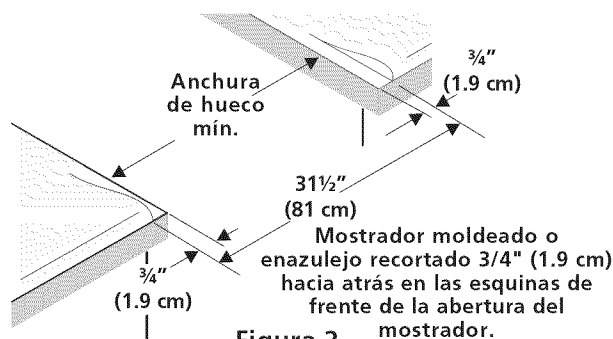

Figura 2
- **El reborde de frente de mostradores moldeados** deben tener bordes moldeados a $\frac{3}{4}$ " (1.9cm) a partir de cada extremidad de la apertura (Figura 2).
- **Los mostradores enazulejos** deberán necesitar un recorte de $\frac{3}{4}$ " (1.9 cm) a partir de cada extremidad y/o un borde redondeado aplanado (Figura 2).